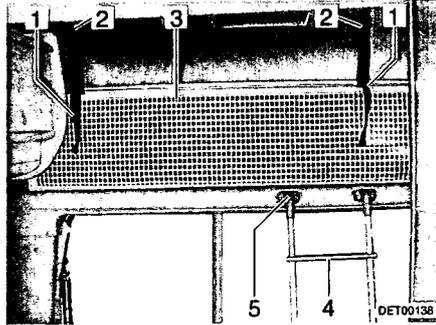

Bild 30 Alkovenbett
Aufstiegsleiter Zum Besteigen des Alkovenbetts die serienmäßig beigelegte Aufstiegsleiter (Bild 30,4) benutzen.
- Die Leiter mit den Holmen in die Halterung (Bild 30,5) an der Alkovenblende einhängen.
Sicherungsnetz Das Sicherungsnetz (Bild 30,3) ist serienmäßig zwischen Matratze und Lattenrost verstaut. Das Sicherungsnetz erst aufspannen, wenn sich die Personen bereits im Alkoven befinden.
- Die Haltebänder (Bild 30,1) in die Halterungen an der Decke (Bild 30,2) einrasten.